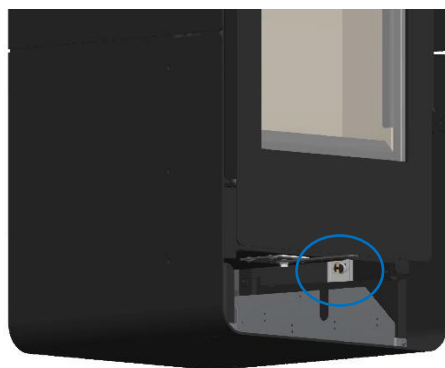

Figura 40 - Montaggio del termostato del kit di ventilazione
* Fissare il termostato del kit di ventilazione sul lato dell'apparecchiatura, Figura 40;